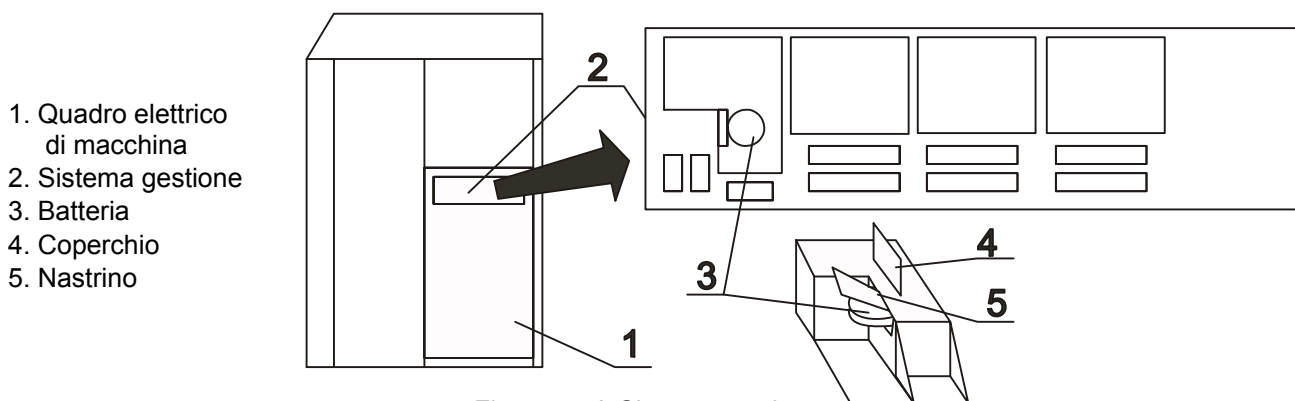

Fig. 5.5.5.A Sistema gestione
Il sistema gestione fig. 5.5.5.A si trova nel supporto destro di macchina nel suo quadro elettrico (1). Il deposito memoria dei dati è eseguito tramite 1 pz. di batteria di litio, 3 V/950 mAh. 507 319B